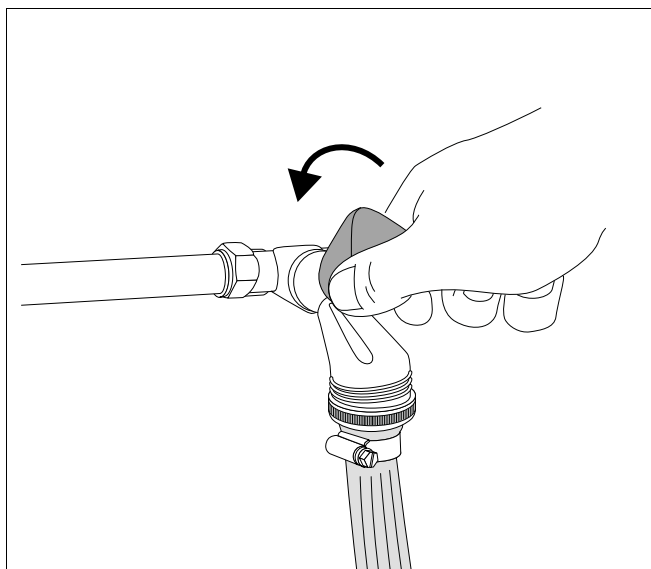

Bild 68 Öppna vattenkranen och fyll på värmeanläggningen
- Öppna vattenkranen försiktigt och fyll långsamt på värmeanläggningen (bild 68).